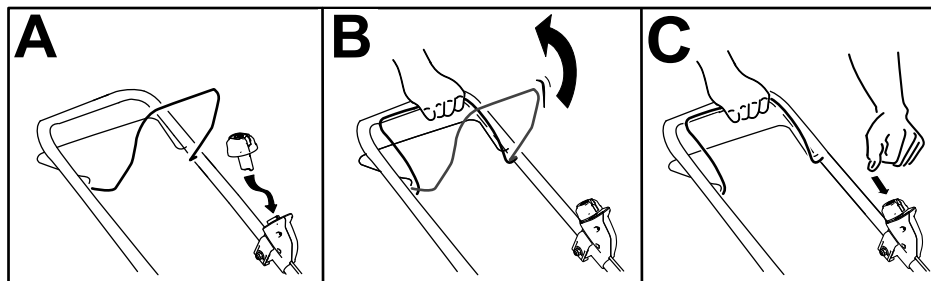

Figura 10
2. Introduceți butonul de pornire electrică în comutatorul demarorului (A din Figura 10).
3. Strângeți bara de comandă pentru lamă și înclinați-o spre mâner (B din Figura 10).
4. Apăsăți butonul de pornire electrică și mențineți-l apăsat până când pornete motorul (C din Figura 10).